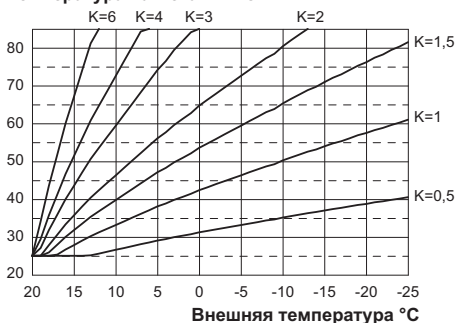
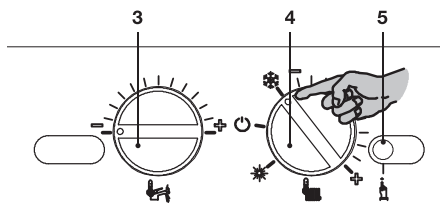
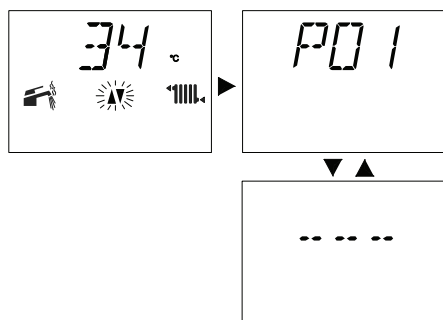
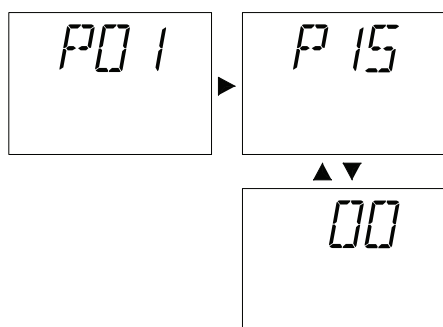

Рисунок 5.23
Рисунок 5.24
Рисунок 5.26
Рисунок 5.27
При подключении внешнего датчика с целью оптимизации температуры отопления данный параметр необходимо настроить с учетом производительности системы (Рисунок 5.23).
Например, чтобы обеспечить в системе отопления температуру нагнетания, равную 60 °С, когда внешняя температура равна -5 °С, необходимо установить коэффициент К на 1,5 (пунктирная линия, см. Рисунок 5.23).
ктерная линия, см. Рисунок 5.23).
- Установите регуляторы 3 и 4 так, как показано на следующем рисунке (см. Рисунок 5.24).
- Чтобы настроить коэффициент К (см. Рисунок 5.23), войдите в режим программирования, нажав и удерживая в течение 15 с кнопку сброса 5 (Рисунок 5.24), пока на ЖК-дисплее не появится параметр P01. На ЖК-дисплее последовательно отобразятся следующие символы (параметр P01 будет загораться поочередно. (Рис. 5.26)
- Нажмите кнопку сброса 5 (Рисунок 5.24) и пролистайте параметры, пока не дойде те до параметра P15, предназначенного для настройки коэффициента K. На ЖК- дисплее последовательно отобразятся следующие символы (параметр P15 будет загораться поочередно с 00, (см. рис. 5.27)